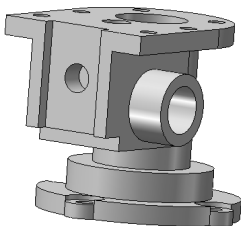

图 7-114 创建正面 $\phi 12$ 孔
3) 创建正面 $\phi 12$ 孔。单击“特征”控制面板中的 C （拉伸切除）按钮，或选择菜单栏中的“插入”→“切除”→“拉伸”命令，拉伸草图生成实体，设置拉伸深度为 10，效果如图 7-114 所示。
(4) 创建正面 $\phi 8$ 孔（切除拉伸 8 特征）